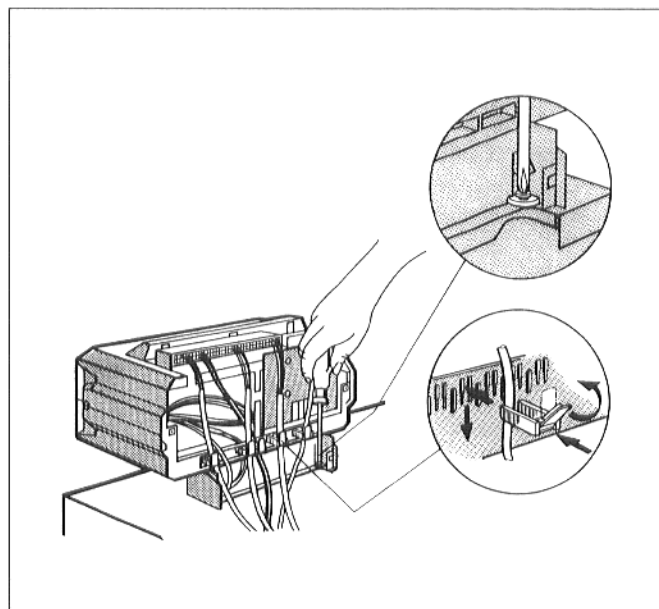

Fig. 14: Figura esplicativa
- Avvitare la base dell'apparecchio di regolazione alla copertura caldaia anteriore, con 2 viti autofilettanti disposte a destra e sinistra all'interno del passaggio cavi (Fig. 14).
- Fissare tutti i cavi con gli appositi bracciali: Inserire da sopra il bracciale con il cavo nelle feritoie del telaio portabracciali; la linguetta del bracciale deve essere ora orizzontale. Spingere in basso nella feritoia il fermo premendovelo a fondo, alzare la linguetta del bracciale in posizione verticale (Fig. 14).